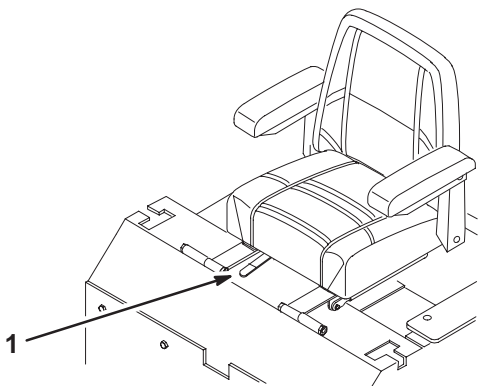

Figure 26
1. Pour régler les verrous à came, soulevez le levier pour desserrer le verrou (Fig. 26).
1. Poussez le levier de réglage sur le côté pour débloquer le siège (Fig. 26).